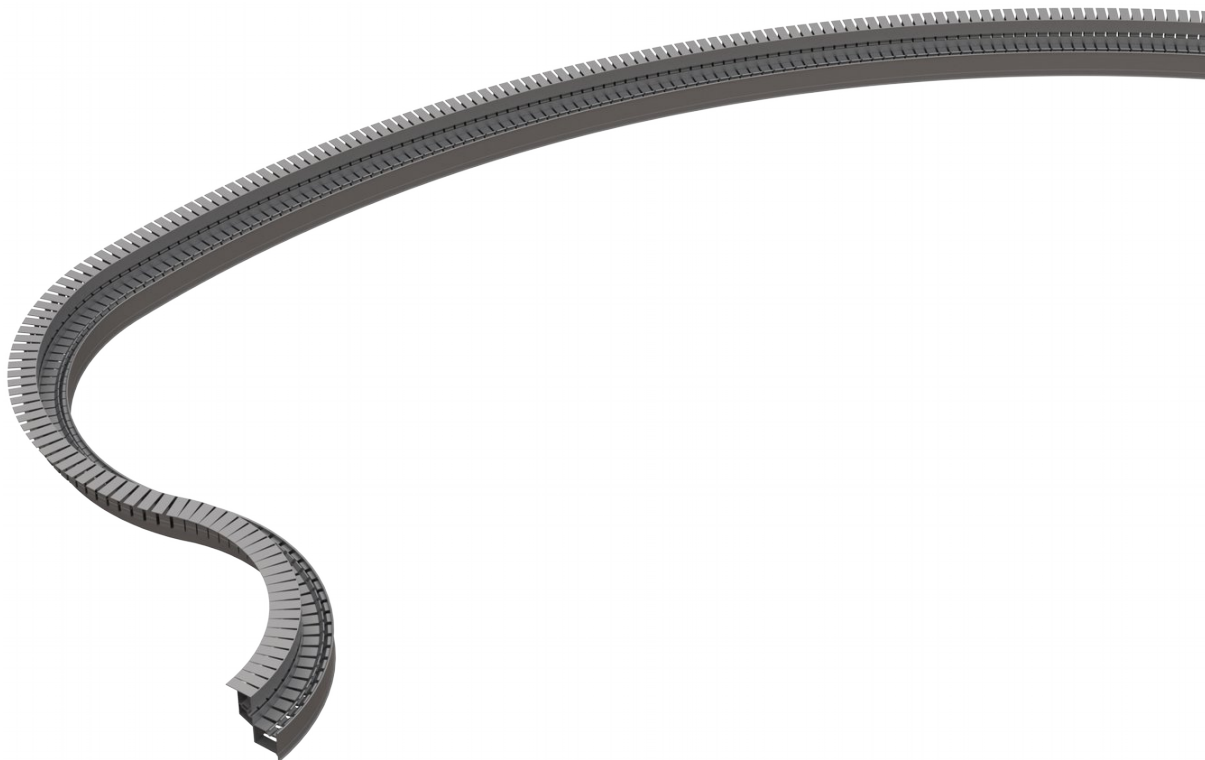

Рис. 6.2. Сборка из криволинейных сегментов. Показанный образец собран из профилей КП и НП (см. рис. 2.4, стр. 7).
- Сборки из криволинейных деталей (рис. 6.2).